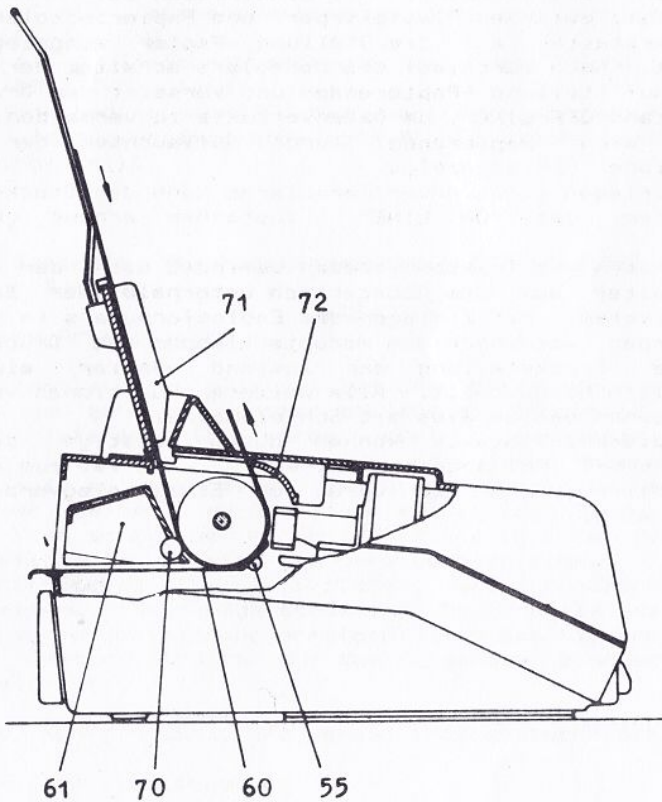

Abbildung 13 Einzelbelegverarbeitung
- Einzelbelegverarbeitung - (Abb. 13)